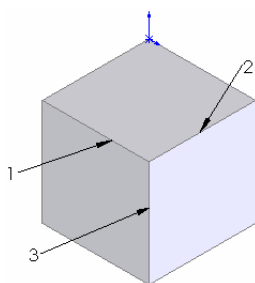
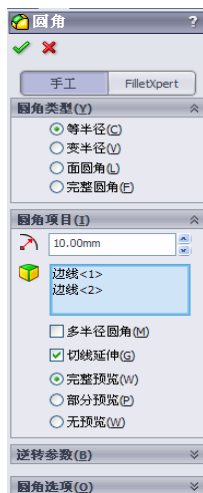
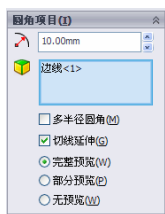

图 5-1 正方体模型
图 5-2 “圆角”属性管理器
图 5-4 “圆角项目”设置
下面以如图 5-1 所示正方体模型为例介绍等半径圆角操作步骤，正方体的长度为 60。
- ① 执行圆角命令。选择菜单栏中的“插入”→“特征”→“圆角”命令，或者单击“特征”工具栏中的“圆角”图标，执行圆角命令。
- ② 设置属性管理器。此时系统弹出如图 5-2 所示的“圆角”属性管理器。按照图示进行设置后，用鼠标选择图 5-1 中的边线 1 和边线 2。
重复圆角命令，继续将如图 5-1 所示中的边线 3 进行圆角。如图 5-4 所示为“圆角”属性管理器中的“圆角项目”一栏的设置，选中“切线延伸”复选框，圆角结果如图 5-5 所示。如图 5-6 所示为“圆角”属性管理器中的“圆角项目”一栏的设置，取消“切线延伸”复选框，圆角结果如图 5-7 所示。
下面以如图 5-1 所示正方体模型为例介绍多半径圆角操作步骤，正方体的长度为 60。
- ③ 选择圆角边线。选取如图 5-1 所示中的边线 1，在“半径”一栏中输入值 10；选取如图 5-1 所示中的边线 2，在“半径”一栏中输入值 20；选取如图 5-1 所示中的边线 3，在“半径”一栏中输入值 30。此时图形预览效果如图 5-9 所示。